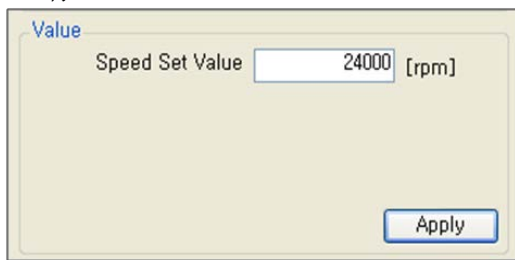

图 11.3-5 运行速度设置
在Value组中，运行速度或运行频率被传送到变频器。图11.3-5和图11.3-6显示了根据所选产品的值组。
- 1) Motor Drive: 如果选择了High Speed PMSM，请参考图11.3-5并在Speed Set Value中输入所需的操作速度，然后单击Apply按钮或按Enter键。